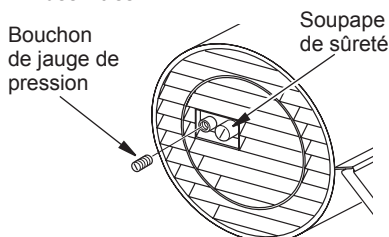

Figure 11 - Retrait du bouchon de la jauge de pression
1. Retirer le bouchon de jauge de pression de la couverture extrémité du filtre (voir figure 11).